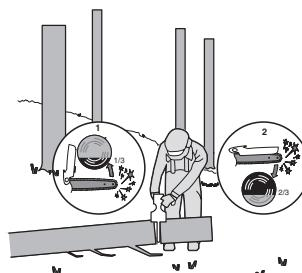

Bild 3
När stocken stöttas i ena änden, så som visas på bild 3, såga in 1/3 diameter från undersidan (kapning från undersidan) (1). Avsluta med att kapa från ovansidan för att möta det första snittet (2).